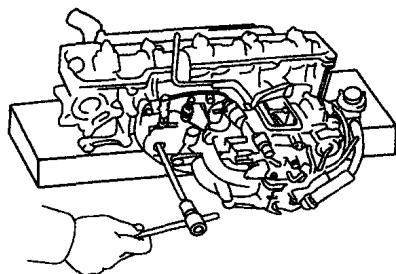

图 1-19 拆下进气歧管和垫片
- 3) 旋下 7 个螺栓，两个螺母，如图 1-19 所示，拆下进气歧管和垫片。